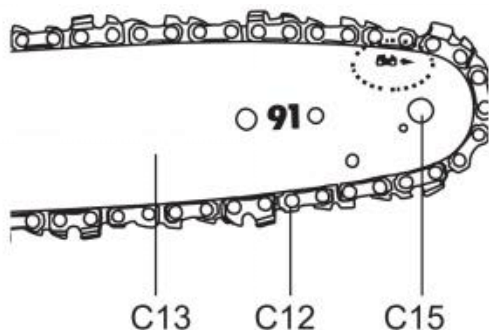

Fig. 11
7) De beweging van de zaagketting is zoals aangegeven door de pijl (Fig. 11). Zorg ervoor dat de zaagketting (C12) goed over het tandwiel (C15) van het zaagblad (C13) is geplaatst. (Afb.11)